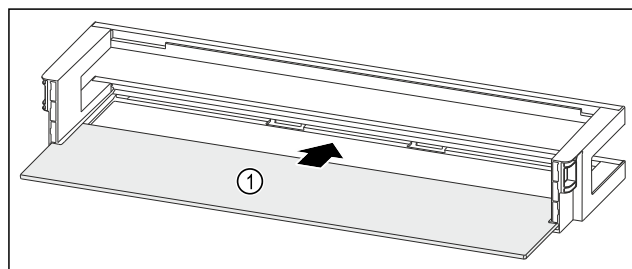

Fig. 141 Ajtópolc tárolólappal
- ▶ Tolja be a tárolólapot Fig. 141 (1) az oldalsó bemarásokba.